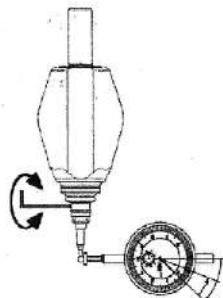

Рис. 3
- Поверните шпиндель на 180°, и стрелка индикатора покажет отклонение оси X (рис. 3, как показано на рисунке, показания индикатора составляют 0,12 мм).